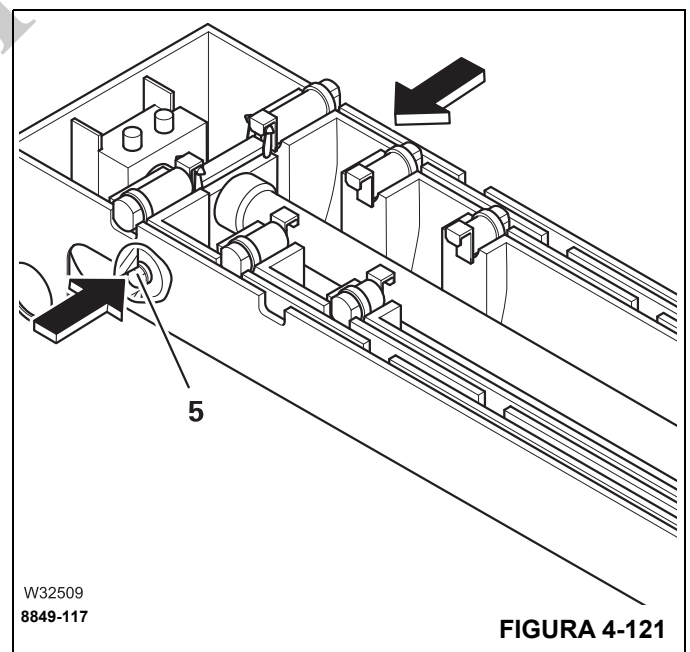

FIGURA 4-121
Los pasadores de bloqueo (5), (Figura 4-121), se retraen: el cilindro telescópico se desbloquea.